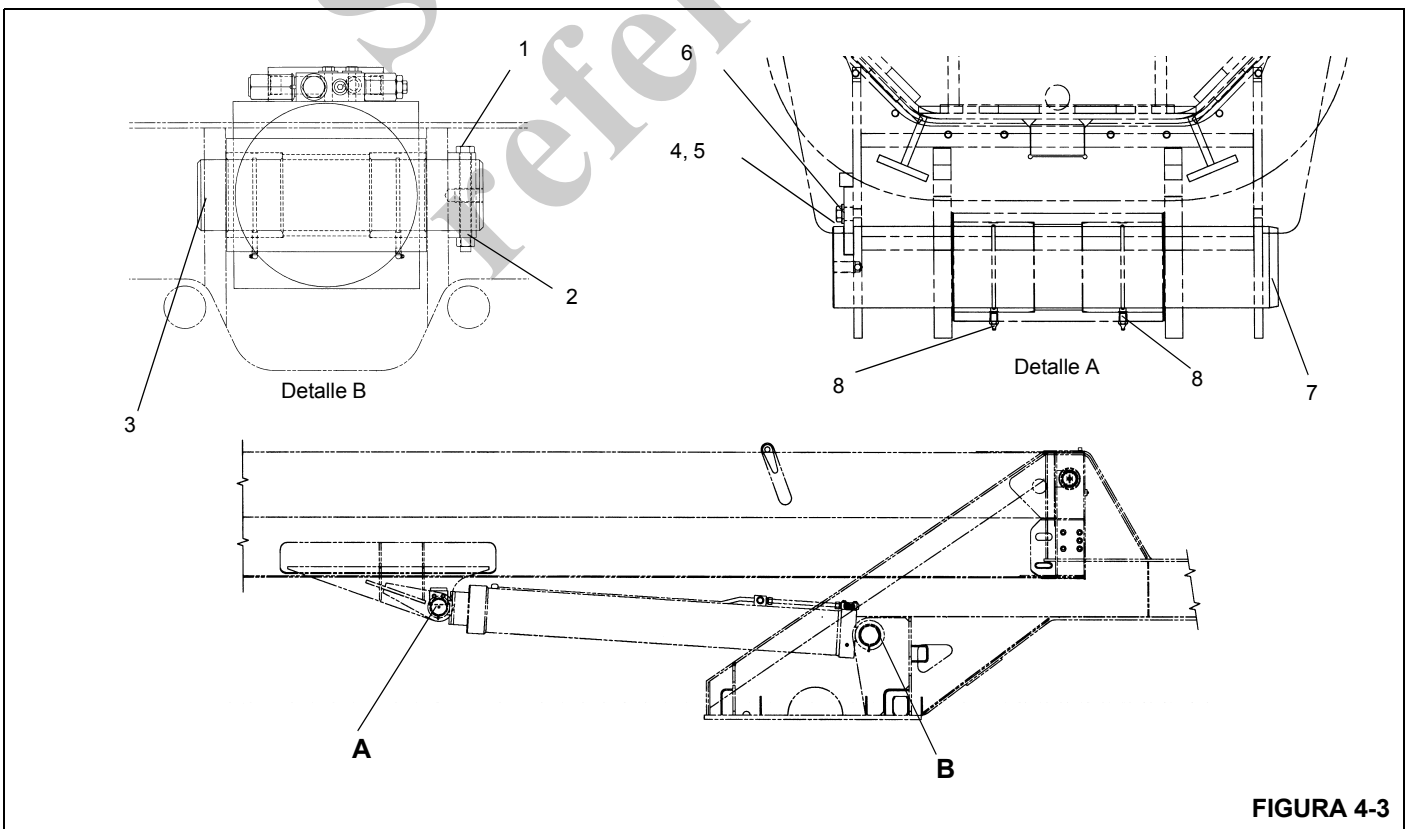

FIGURA 4-3
**NOTA:** Consulte la (Figura 4-3) para los procedimientos de retiro e instalación del cilindro de elevación.